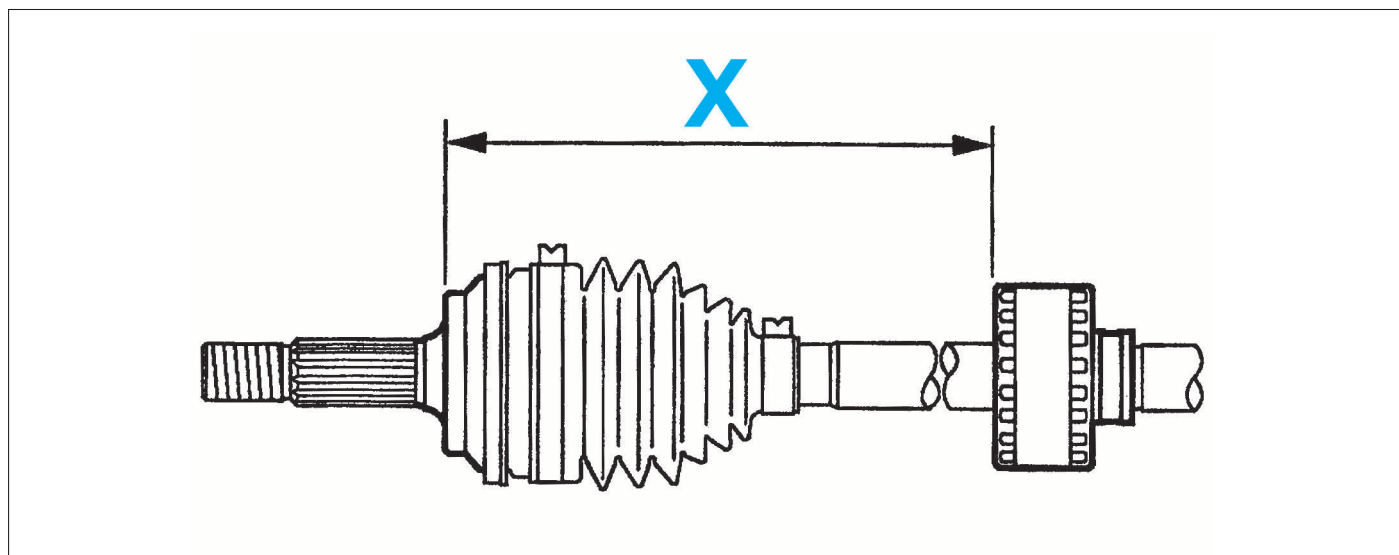

FIG. 1
Masse anti-vibratoire (fig. 1)
- Sur la transmission droite, monter et glisser la masse anti-vibratoire sur l'arbre à la cote " X " (fig. 1) et reposer un collier de fixation neuf.